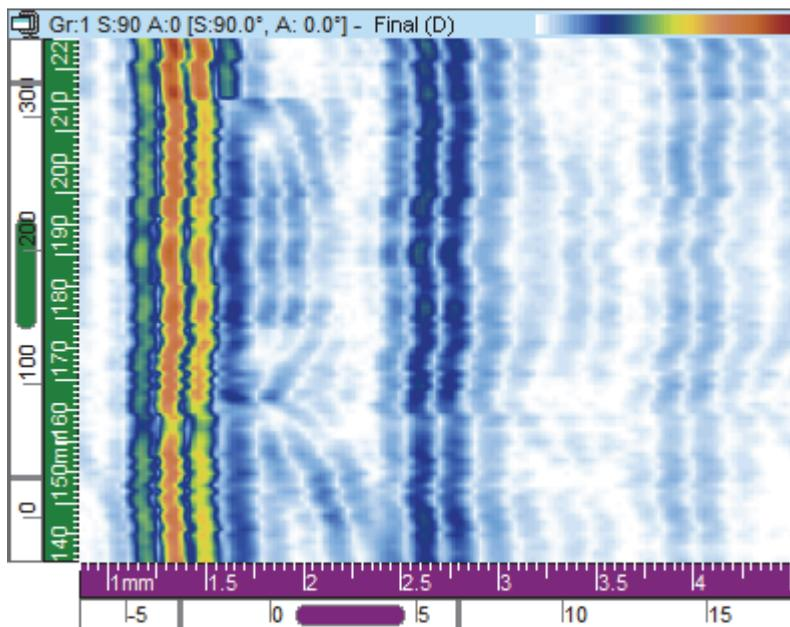

Figura 3-24 Exemplo de uma visualização Final (D)
A visualização Final (D) (Figura 3-24 na página 87) é uma representação gráfica bidimensional dos dados registrados. Um dos eixos é definido como eixo de índice; o outro é a trajetória de ultrassom (USound) não corrigida. A posição da exibição dos dados está relacionada com as posições do codificador no momento da aquisição. Em uma dada posição sobre uma imagem projetada, a cor corresponde a amplitude máxima nesta posição como detectado no intervalo considerado no eixo de rastreamento.